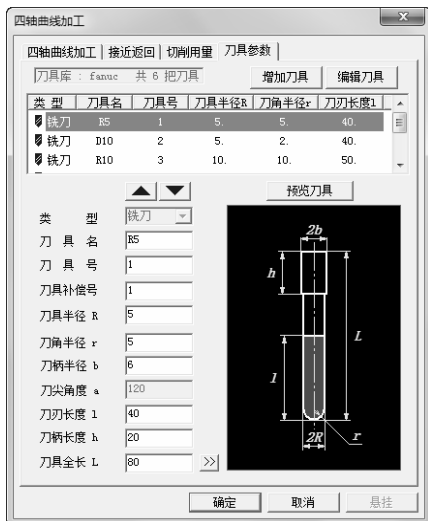

图 4-58 “刀具参数”选项卡
4) 单击“刀具参数”选项卡，选择刀具名称为“D10,r5”的铣刀，D 代表刀具直径，r 代表刀角半径的球刀。具体“刀具参数”参数数值如图 4-58 所示。